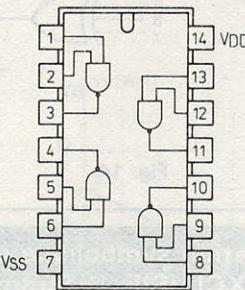

Fig. 18
b) Son brochage, ses caractéristiques (fig. 18).